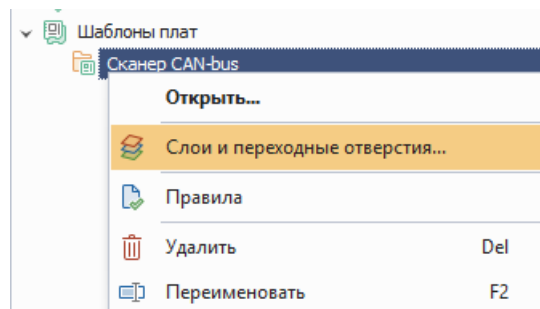

Рис. 129 Вызов редактора слоев и переходных отверстий для шаблона платы
2. Вызовите контекстное меню и выберите пункт «Слои и переходные отверстия...», Рис. 129.